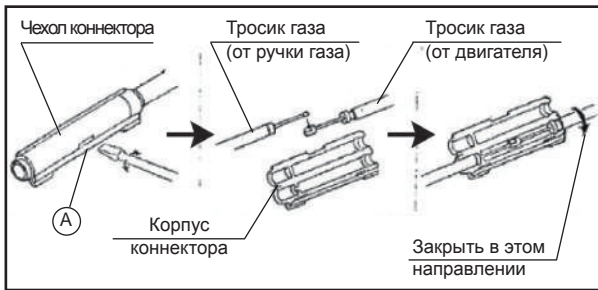

Рис.2
2) Подключение тросика дроссельной заслонки (Рис.2):